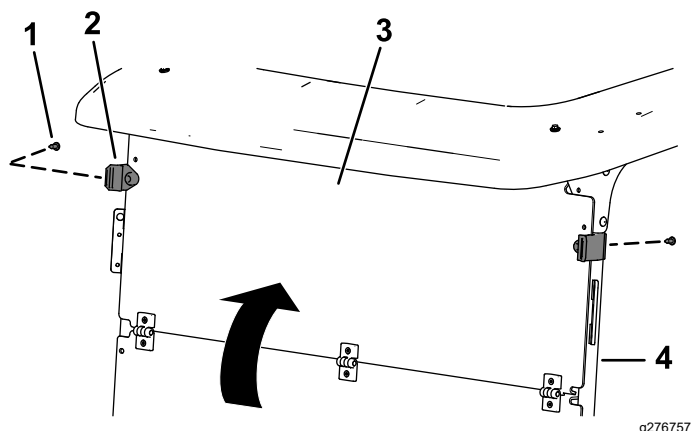

Figura 7
- Desdobre o para-brisas e prenda a parte superior do para-brisas aos tubos de apoio do toldo utilizando os dois grampos de borracha e os dois rebites de plástico curtos nos furos inferiores (Figura 7).